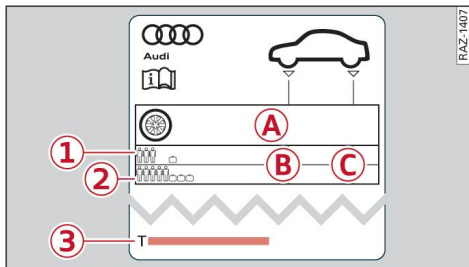

Fig. 165 Pilar B en el lado del conductor: adhesivo de la presión de inflado de los neumáticos
La presión correcta para los neumáticos montados de fábrica y para la rueda de repuesto* está indicada en un adhesivo. El adhesivo ⇒ *fig. 165* se encuentra en el pilar B (lado del conductor).
- Consulte en el adhesivo ⇒ *fig. 165* la presión de los neumáticos correcta.
haya guardado. Consulte la presión de los neumáticos recomendada para su vehículo en el adhesivo ⇒ *pág. 288, fig. 165.*